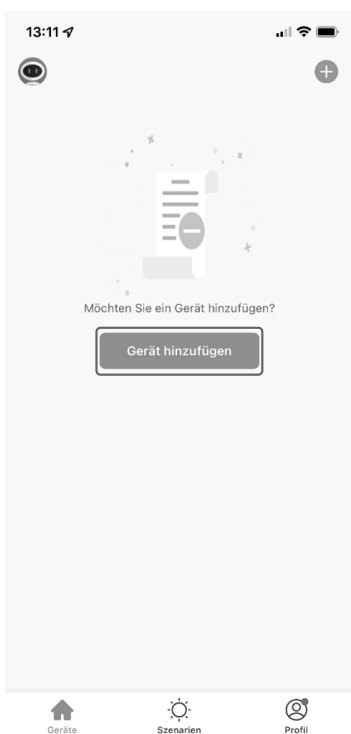

Abb. 1
- ▶ Wenn Sie bisher noch kein Gerät in der **MEDION® Life+** App angemeldet haben, tippen Sie auf die Schaltfläche **GERÄT HINZUFÜGEN** (s. **Abb. 1**). Sollten Sie bereits ein Gerät in der App eingebunden haben, klicken Sie oben rechts auf **+**.